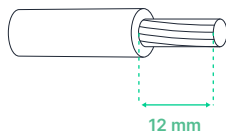

Fig. 7 - Lungimea de dezizolare pentru fiecare dintre cele 3 fire ale cablului de alimentare
13. Tăiați 12 mm de izolație pentru fiecare dintre cele 3 fire ale cablului de alimentare. (**Fig. 7 - pagina 19**)